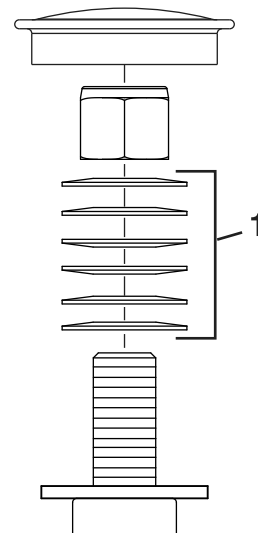

Figura 53
3. Retire el tapón guardapolvo de la rueda giratoria y apriete la contratuerca (Figura 53).
4. Apriete la contratuerca hasta que las arandelas elásticas estén planas, luego afloje la contratuerca $\frac{1}{4}$ de vuelta para establecer la pre-carga correcta de los cojinetes (Figura 53).
Importante: Asegúrese de que las arandelas elásticas están correctamente instaladas, como se muestra en la Figura 53.
5. Coloque el tapón guardapolvo (Figura 53).